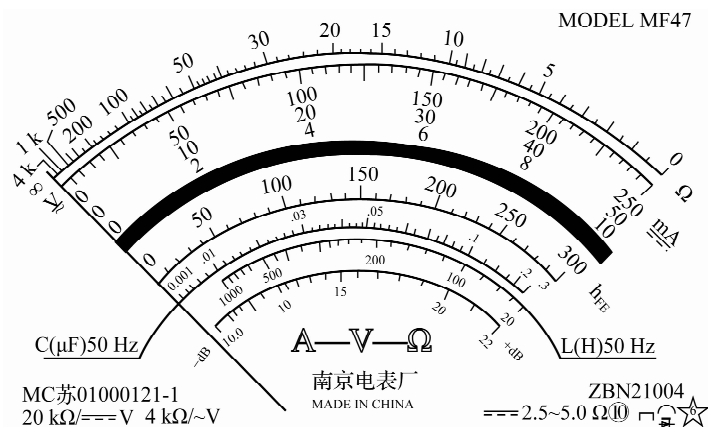

图 1-24 MF47 型万用表的表盘示意图
(2)表盘。表盘除了有与各种测量项目相对应的六条标度尺外,还附有各种符号。正确认识读标度尺和理解表盘符号、字母、数字的含义,是使用和维修万用表的基础。表盘标度尺通常有以下特点:有的标度尺刻度是均匀的,如直流电压、直流电流和交流电压共用标度尺;有的刻度是不均匀的,如电阻、晶体管共发射极直流电流放大系数 h_{FE} 、电感、电容及音频电平标尺等。表盘形状如图 1-24 所示,有关符号说明见表 1-15。